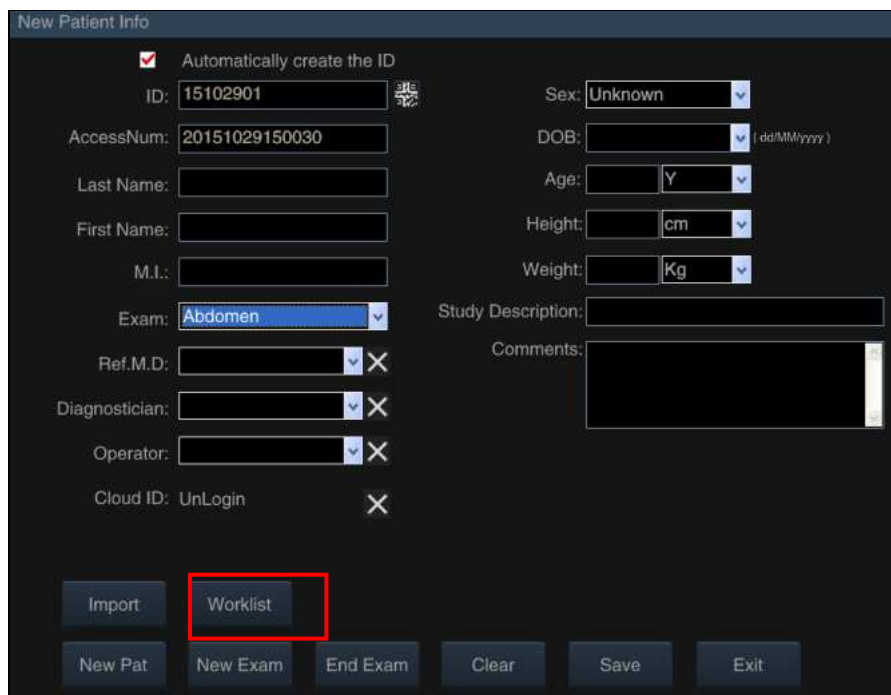

Fig. D-15 Tela Novas Informações do Paciente
- 1) Pressione **PATIENT** no painel de controle do sistema de ultrassom para abrir a **tela New Patient Info**, como mostrado na Fig. D-15.